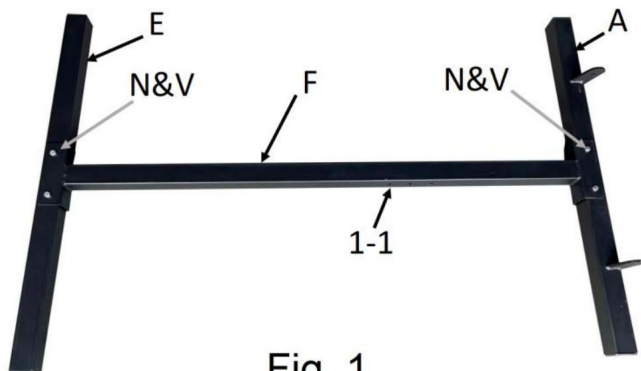

Fig. 1
- Las referencias de letras entre paréntesis (A) se refieren al contenido.
- 1. Ensamble la pata de la base (E) y el marco de la base (A) a la columna de conexión (F). Inserte el extremo de la columna de conexión (F) en el marco de la base y la pata de la base. (E) y alinee los orificios de los pernos. Los orificios de ajuste de altura (Fig. 1 1-1) estarán en la Interior. Asegure cada pieza con un perno de marco (N) y una tuerca de seguridad1 (V).